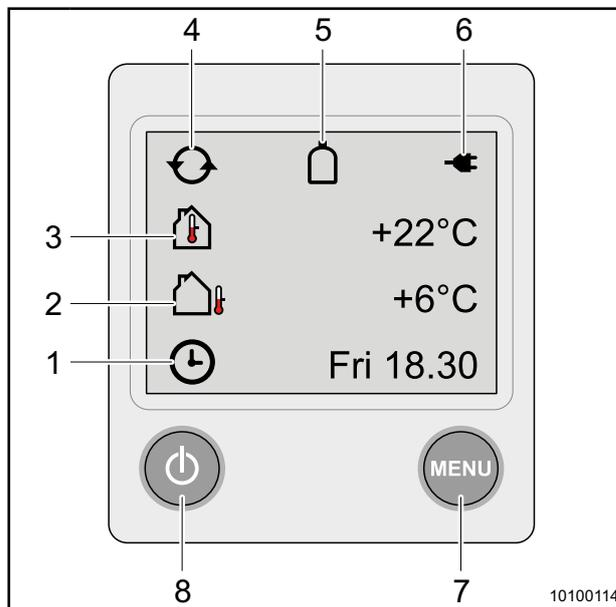

Fig. 47 Unità di comando - Panoramica dei simboli
- ☞ Per avviare il riscaldamento premere il pulsante ON/OFF (Fig. 47, Pos. 8). Appare la schermata di partenza. Il riscaldamento viene avviato con le impostazioni per ultime utilizzate.